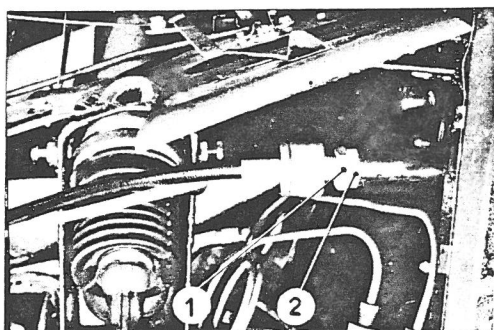

Fig. 20.
17. Aftag afskærmningspladen ved forreste venstre affjedringsmekanisme. Fjern "håndbremsekablet" fra den mekaniske bremse efter at kontramøtrikken (1) fig. 20 og justermøtrikken (2) er helt løsnet.